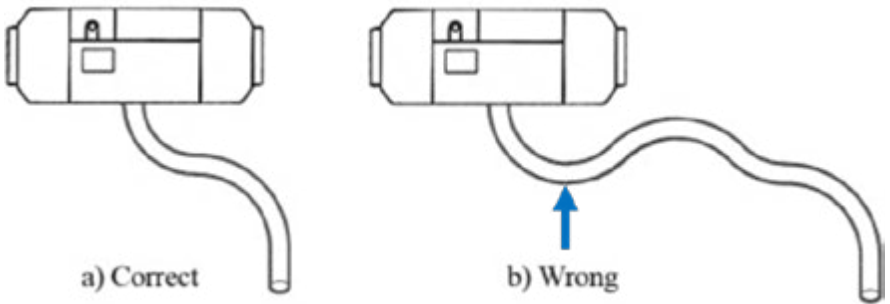

Fig. 26
- Instale el tubo para el suministro de aire de combustión, así como el tubo de escape, desde el calefactor con una pendiente continua para que el agua de condensación pueda descargarse por sí sola, fig. 26.